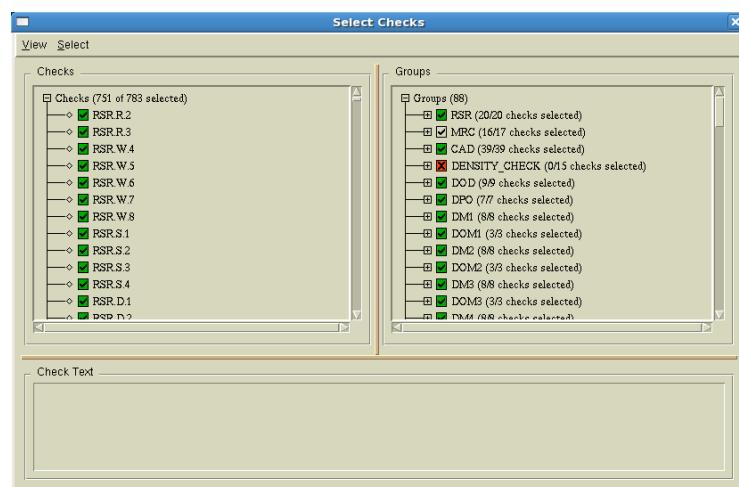

Рис. 8.8. Форма для выбора DRC-проверок.
7. Проверить и при необходимости включить дополнительные проверки, выключенные по умолчанию, выбрав пункт меню *Setup->Select Checks...* (рис. 8.8).